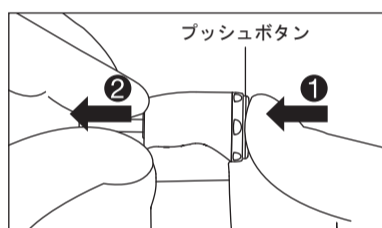

図4
プッシュボタンを押してチャックを開き(①)、バーを取り外します(②)(図4)。